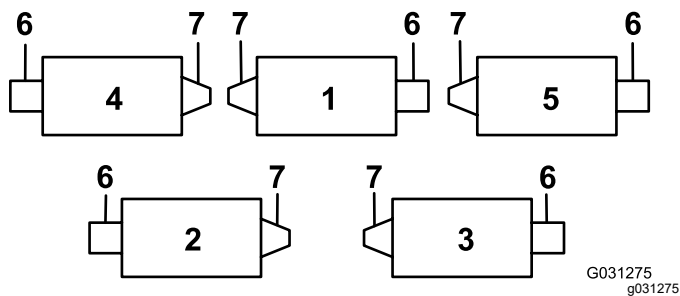
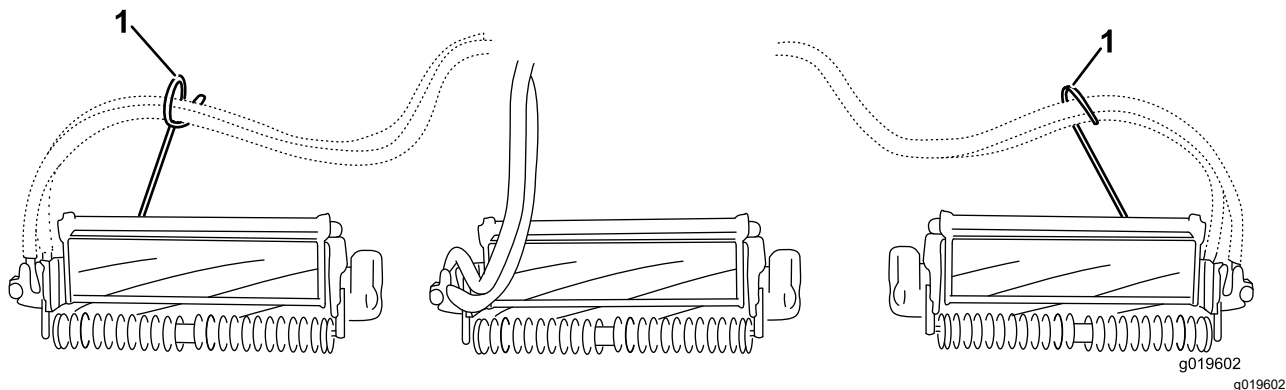
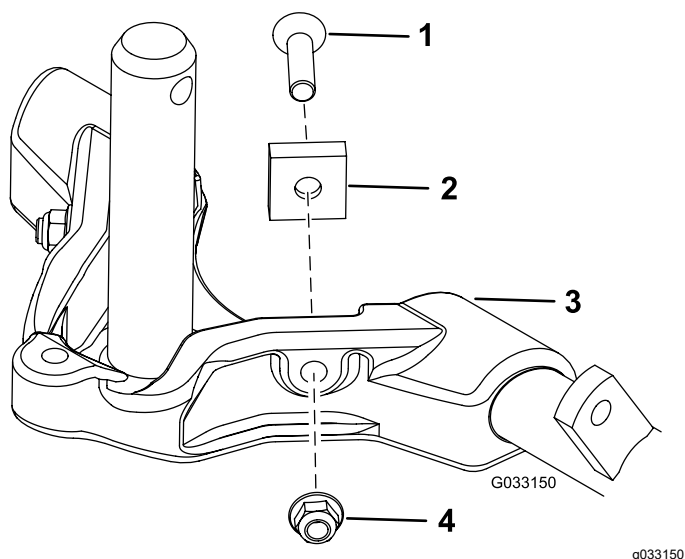

図 12
図 14
図 15
重要 4番左前カッティングユニットと、5番右前カッティングユニットでは、ロッドブラケット取り付けナットを使って、各ユニットのタブの前にホースガイドを取り付ける。ホースガイドは、中央カッティングユニットに向かって傾斜するのが正しい 図 12-図 14。
7. 後ろのカッティングユニット2番と3番のキャリアフレームから、ピボットスペーサ、六角ソケットねじ、およびフランジロックナット各2個(図 15)を取り外すことにより、これらのカッティングユニットの首振り追従性能を向上させることができます(図 12)。